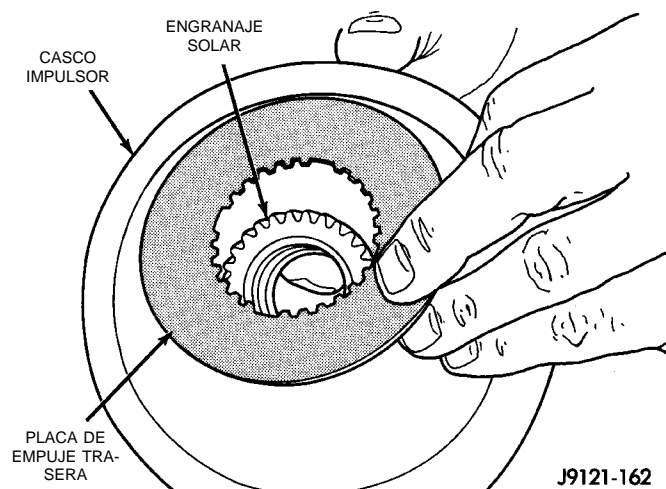

Fig. 186 Instalación de la placa de empuje trasera del casco impulsor
(9) Sostenga el engranaje solar en su lugar e instale la placa de empuje sobre el engranaje solar en la parte trasera del casco impulsor (Fig. 186).